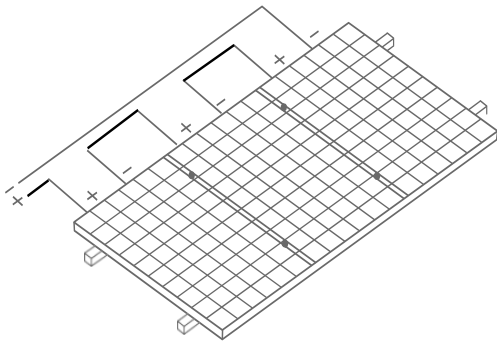

图20 串联方式
- ▶ 不要在同一太阳能光伏系统中使用不同型号的组件。当组件串联在一起时，每串电压不能超过系统最大电压（串联方式如下图 20）。具体请参考该国家或地区或当地的规范。